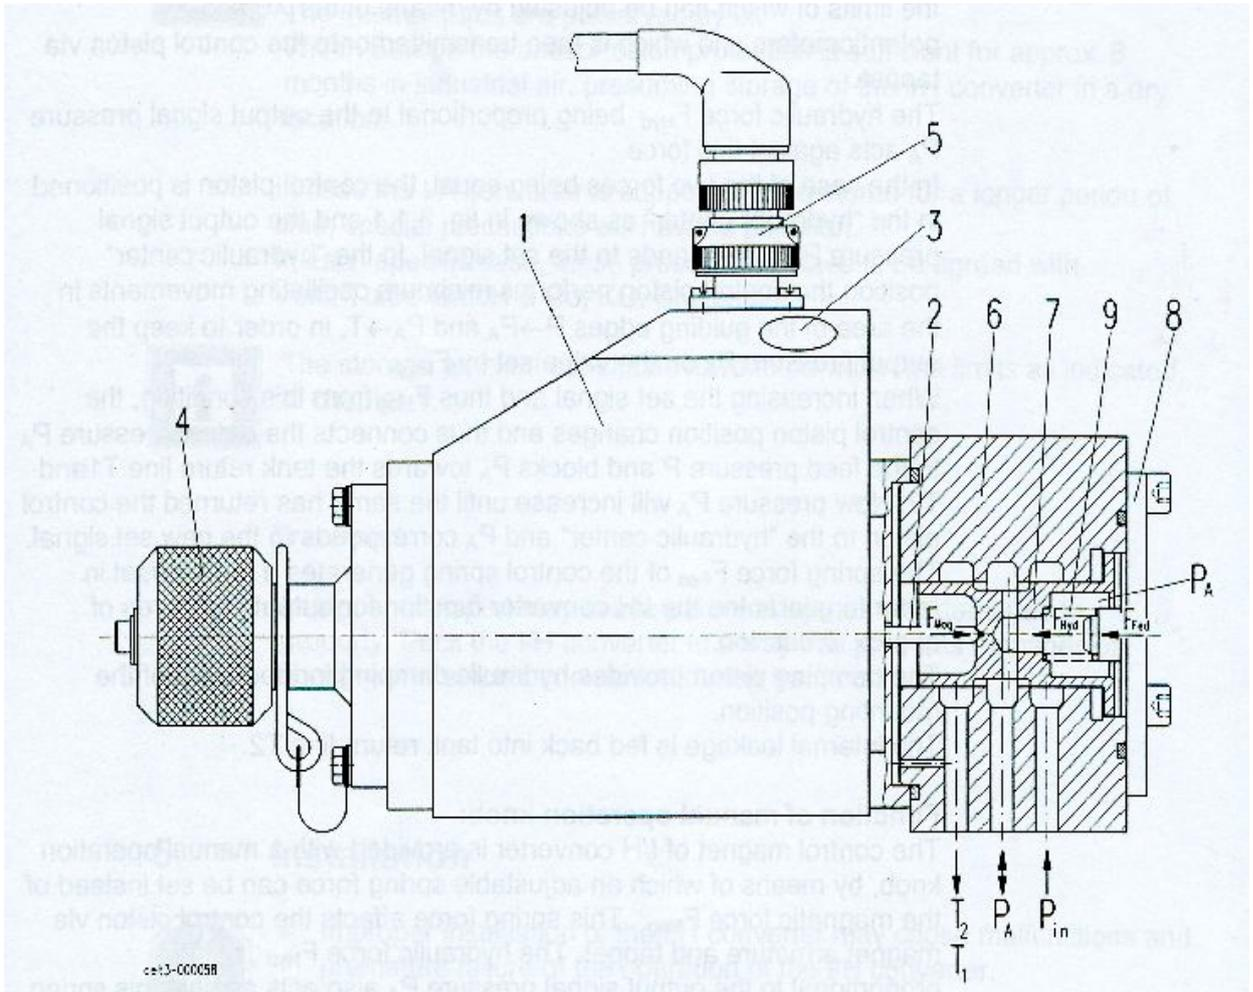

图 3.1.1
3.2 运行特性（见图 3.1.1）:
油压力 F_{Hyd} 与输出信号油压 P_A 相平衡，作用力与 P_A 相反。在两个力相等的情况下，控制活塞定位在液压中心上，如图 3.1.1 所示，输出信号压力 P_A 与设定值相符。为了保持输出油压 P_A 处在设定值上，这个值取决于磁力 F_{Mag} ，在 $P \rightarrow P_A$ 和 $P_A \rightarrow T$ 这个运行的边缘区域，在液压中心的位置，控制活塞达到最小振荡位移。